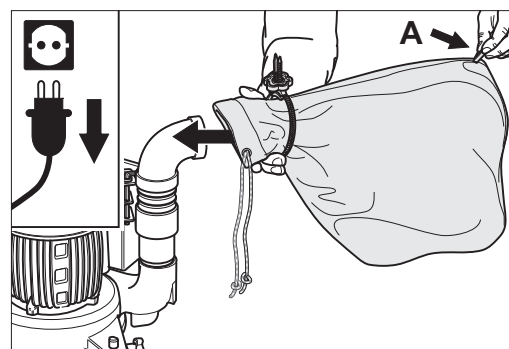

Abb. 3: Den Staubsack über den Absaugstutzen stülpen. Die Lasche A muss dabei oben sein.
- 3 Stülpen Sie die Öffnung des Staubsackes über den Absaugstutzen der Maschine. Achten Sie darauf, dass die Lasche am Staubsack oben ist (Abb. 3).